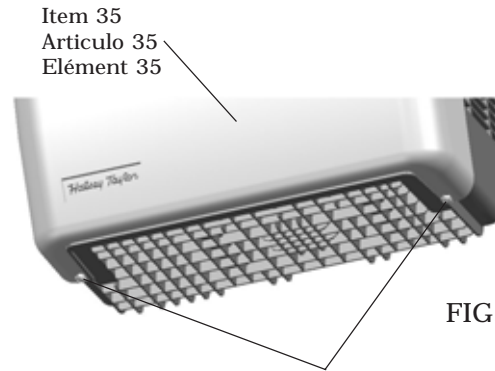

FIG. 4
- 4) Remove the two (2) screws holding the bottom cover at the bottom of cooler. (Shown in FIG. 4) Remove the bottom cover by pulling straight down and set aside.
- 4) Desmonte los dos (2) tornillos que sujetan la tapa a la parte inferior del enfriador (que se muestran en la Fig. 4) Retire la tapa inferior tirando en forma recta hacia abajo y déjela a un lado.
- 4) Retirez les deux vis maintenant le capot inférieur et situées sous le refroidisseur. (Indiqué sur la Figure 4). Retirez le capot inférieur en tirant vers le bas et mettez le de côté.
To access the refrigeration system and plumbing connections, remove two screws (Item 49) to remove bottom cover (Item 35). See Fig. 4.
Para acceder al sistema de refrigeración y las conexiones de empalmes, desmonte los dos tornillos (Artículo 49) para retirar la tapa inferior (Artículo 35). Vea la Fig. 4.
Pour accéder au système de réfrigération et à la plomberie, retirez les deux vis (Élément 49) afin d'enlever le capot inférieur (Élément 35). Voir figure 4.